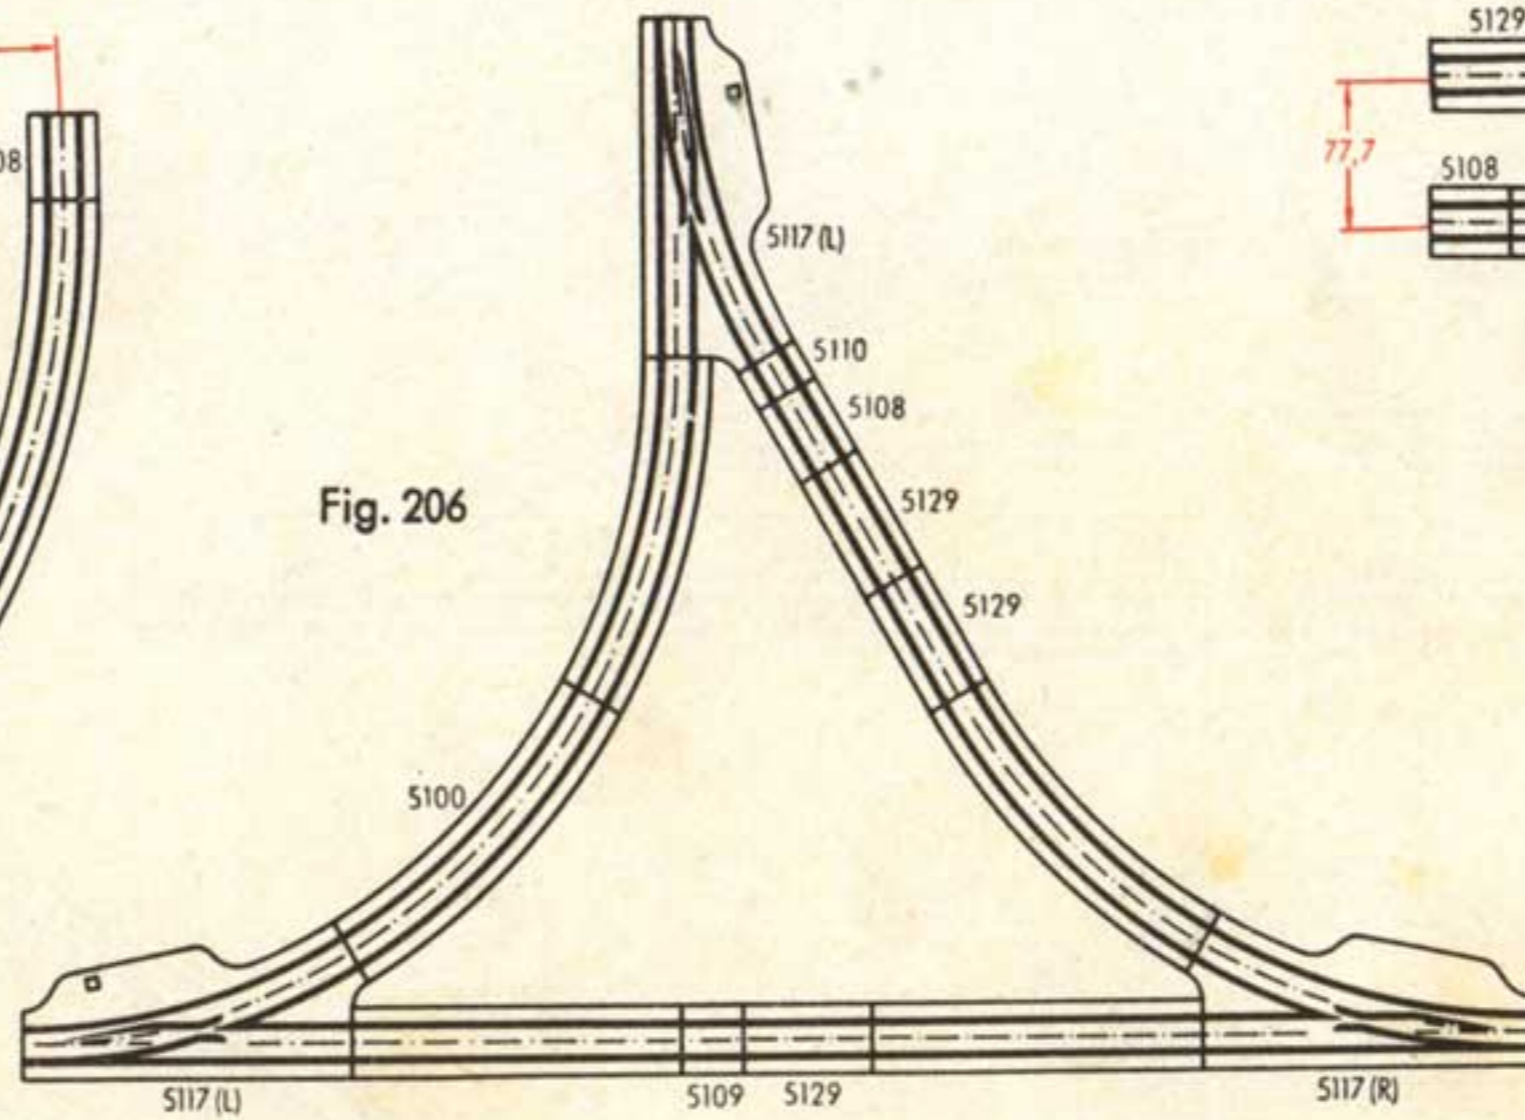
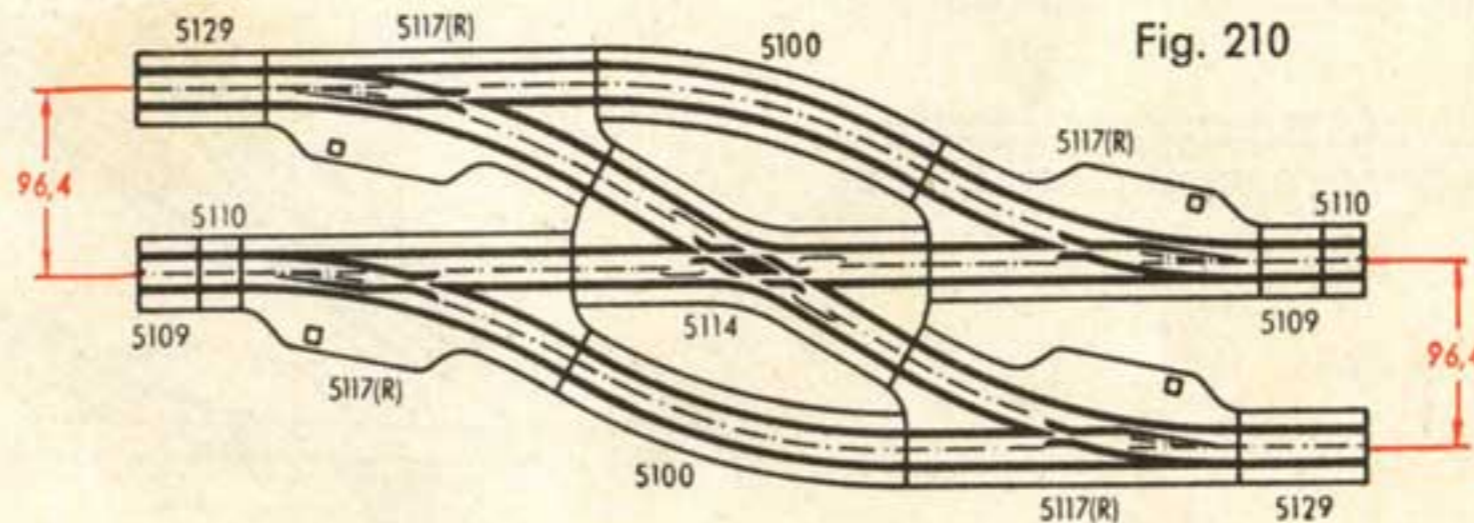

Fig. 206
Fig. 210
De in fig. 206 afgebeelde baan-driehoek heeft de met MÄRKLIN-standaard-wissels en rails kleinst mogelijke afmetingen. Fig. 210 geeft een dubbele baanverbinding weer met gebruik van kruispunt 5114 en vier rechtse wissels 5117 (R) of 5121 (R); dit kan op soortgelijke wijze ook gemaakt worden met linkse wissels.